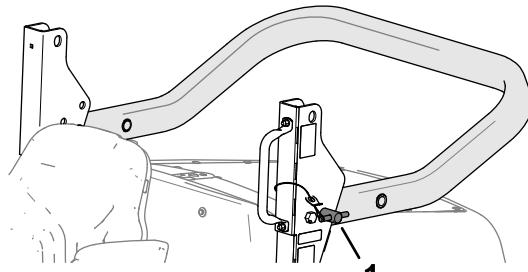

Bild 31
2. Entfernen Sie die Überrollbügelstifte aus den Schwenkhalterungen (Bild 31).